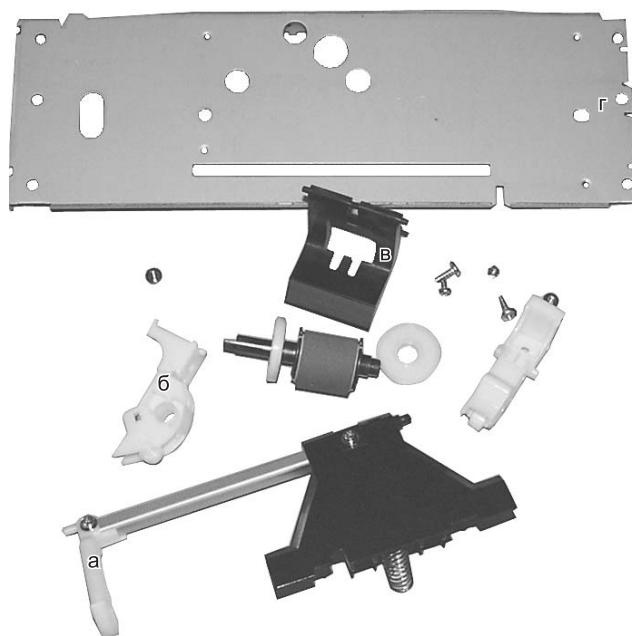

Рис. 5. Подающая пластина (а); узел подачи бумаги в разборе (б); сепаратор (в); станина крепления узла подачи бумаги (г)
21. Снимаем подающую пластину подачи бумаги (см. рис. 5). Обратите внимание, каким хитрым образом она установлена.